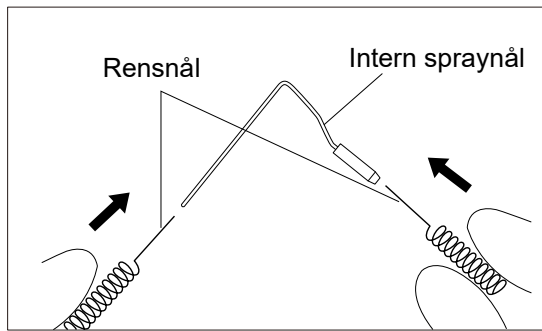

Fig. 12
- 1) Rengör det interna spraymunstycket och det externa spraymunstycket (internt och externt) med hjälp av rengöringswire. (Se Fig. 12, 13)
- 2) Sätt in en kylslang i varje spraymunstycke och skölj bort det med rent vatten. (Se 5. (1) (2)).